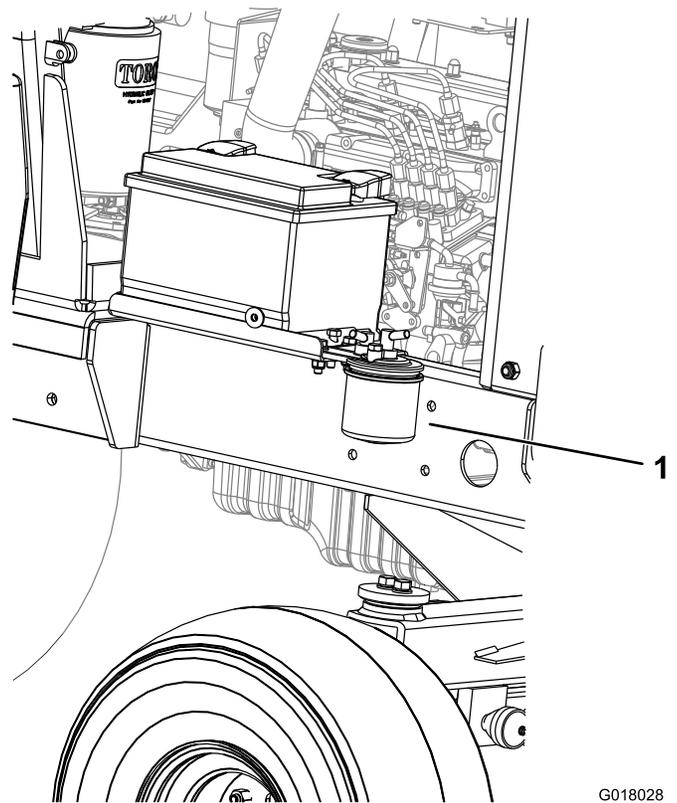

Figura 38
1. Coloque un recipiente limpio debajo del filtro de combustible (Figura 38).